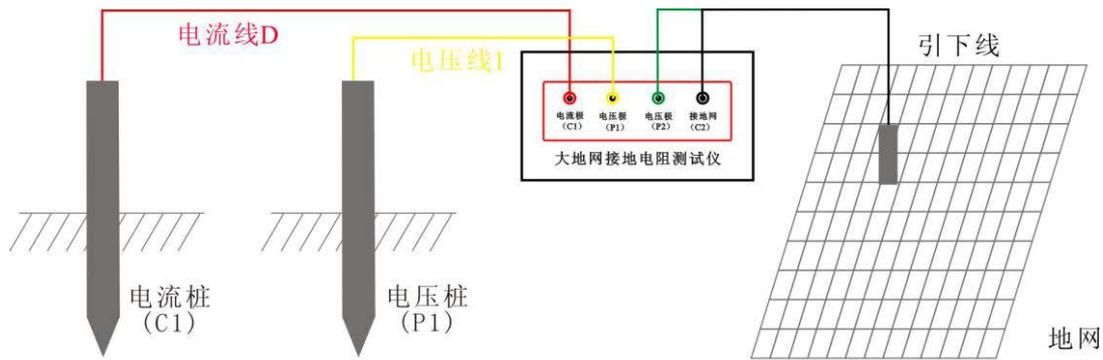

图3 三极法测量接线图
(1) 首先检查用于试验的电流线、电压线和地网线是否有断路现象（可以用万用表测量），地桩上的铁锈是否清除干净，其埋进深度是否合适（ >0.5 米），同时检查测试线与地桩的连接是否导通，如未导通，请处理后重新连接。
(2) 电流测试线与电压测试线的长度比为 $1: 0.618$ ，电流测试线的长度应是地网对角线的 $3 \sim 5$ 倍。
(3) 电流测试线和电压测试线按规定的长度将一端与仪器相接后平行放出。另一端分别接在两个地桩上（如图 3 所示）。
(4) 将已放好的测试线检查一遍，将万用表一端接电流线或电压线，另一端接地网线如无阻值显示即为断路，确认完好再进行测试。
(5) 检查连线无误后，给仪器接上 AC 220V/50Hz 电源，对仪器进行通电。
(6) 按测量键，开始测量。
(7) 仪器显示测试结束后，记录测试数据（本仪器可多次重复测量）。
(8) 关掉仪器电源后，拆除连线，测试过程结束。